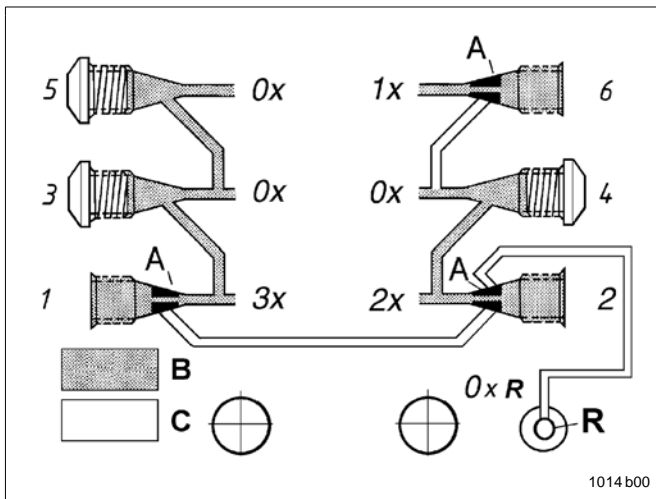

Abb. 1-1 Einfache, doppelte und mehrfache Auslassmenge, (Verteiler hinten montiert)
- Die einfache Fördermenge, ist die Schmierstoffmenge die ein Kolben pro Hub und je Auslassbohrung einer Schmierstelle zuführt. **Sie beträgt ca. 0,2 ccm**, vgl. Auslass 6 (Abb. 1-1).
- Fördermengen lassen sich durch Verschließen von Auslassbohrungen mit Verschlusschrauben (Abb. 1-2), z. B. an Auslass 3 bis 5 (Abb. 1-1) erhöhen. Sie sind Bestandteil der Zubehörausätze.
- Beispiel siehe Abb. 1-1:
Wird Auslass 2 (Abb. 1-1) an eine Schmierstelle angeschlossen, darf Auslass 1 nicht verschlossen werden, siehe Klemmring A in Auslass 2.
- Die restlichen Auslässe sind für den Anschluss zu den Schmierstellen oder zur Erhöhung der Schmierstoffmenge zu verwenden (vgl. Abb. 1-1).